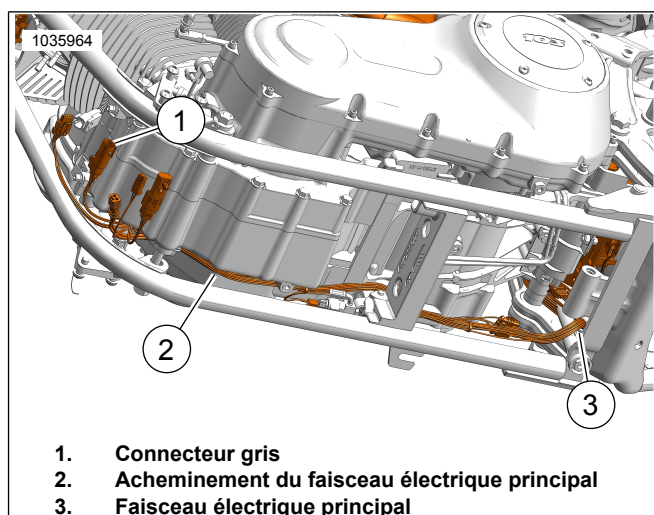

Figure 35. Acheminement du faisceau électrique
14. Consultez Figure 35 . Faites sortir le connecteur gris du faisceau du coffre à batterie.
- a. Repérez le faisceau principal (3).
- b. Faites passer le faisceau au connecteur gris le long du faisceau principal (2) vers le connecteur avant du faisceau principal.
- c. Faites correspondre les couleurs des connecteurs (1) : gris avec gris.